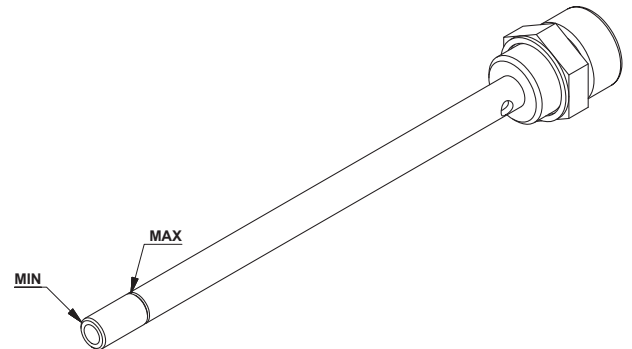

FIG. 21
- Vérifier que le niveau d'huile se trouve entre le minimum et le maximum indiqués sur la jauge (Fig. 21)